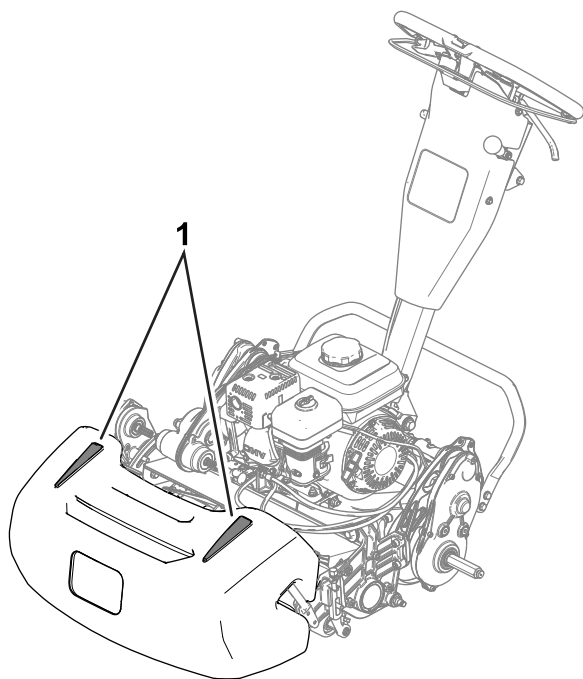

Рисунок 24
- Чтобы сохранять прямолинейное движение на протяжении всего грина и поддерживать одинаковое расстояние от края предыдущей скошенной полосы, используйте ориентирующие полосы на травосборнике (Рисунок 24).